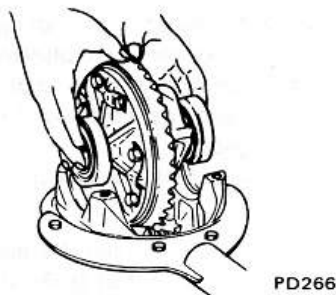

Fig. PD-43 Dépose de la coquille
1. Marquer des repères d'appariement sur les chapeaux de palier de roulement et le carter. Déposer ensuite les chapeaux et l'ensemble coquille du différentiel. Voir figure PD-43.